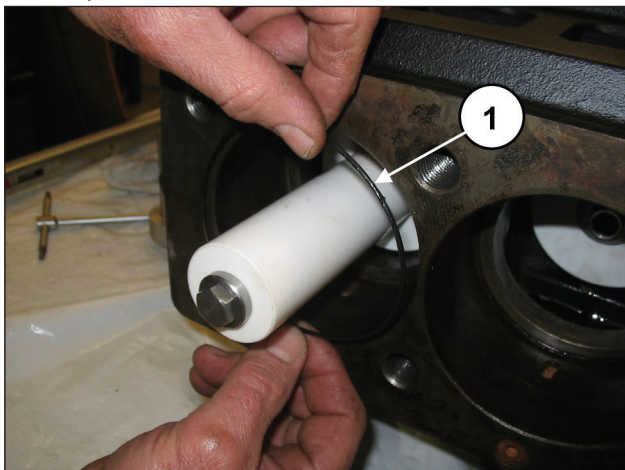
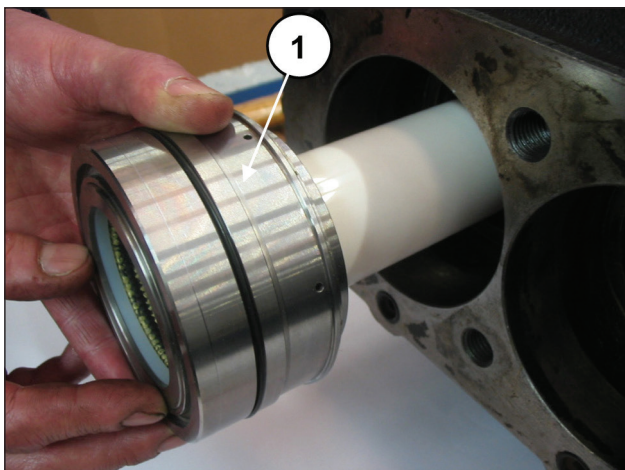

Рис. 184
Рис. 185
Вставьте уплотнительное кольцо в картер насоса (поз. ①, Рис. 184), а затем вставьте до упора предварительно собранный узел рубашки-опоры уплотнений (вместе с соответствующим уплотнительным кольцом) (поз. ①, Рис. 185).